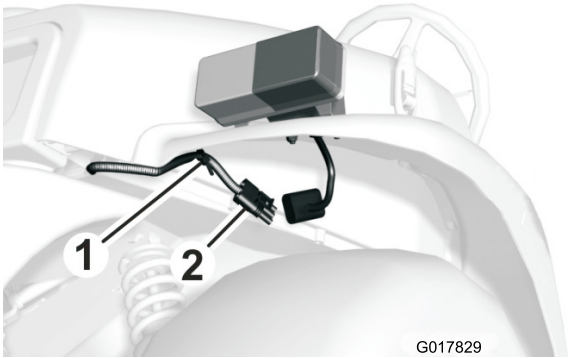

Figura 7
- 3. Pase el conector por debajo del guardabarros delantero y sujete el conector a la parte inferior del guardabarros con el anclaje de plástico del arnés (Figura 7)